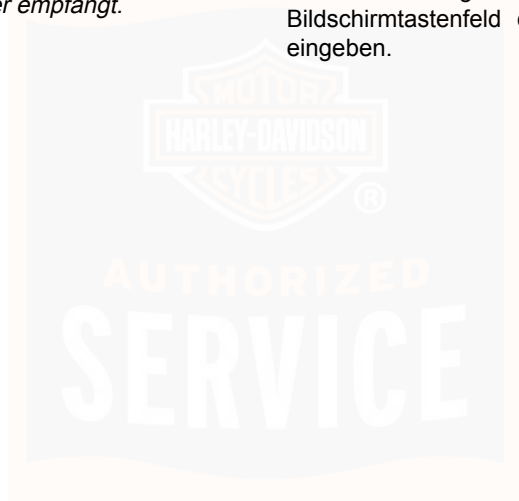

Abbildung 18. PIN-Eingabebildschirm
1. Siehe Abbildung 18. Durch Berühren des IFCU-Bildschirms werden die PIN -Anzeige (1) und das Tastenfeld (2) angezeigt.